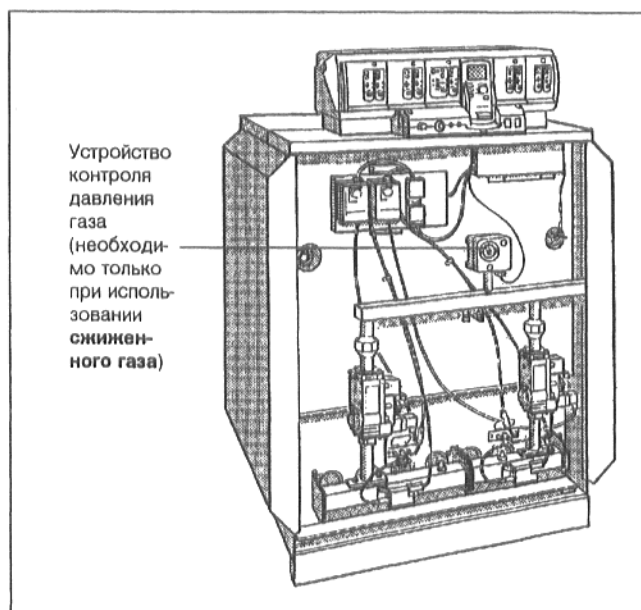

Рис. 22: Устройство контроля давления газа
- При использовании **сжиженного газа** удалить заглушку из трубы подключения газа, вставить патрубок (комплект поставки деталей для переоборудования) прямой стороной в трубу подключения газа, плотно вставить устройство контроля давления газа (комплект поставки деталей для переоборудования) установочной шайбой вперед в уголок патрубка и осуществить электрическое подключение в соответствии с электрической схемой (Рис. 22).